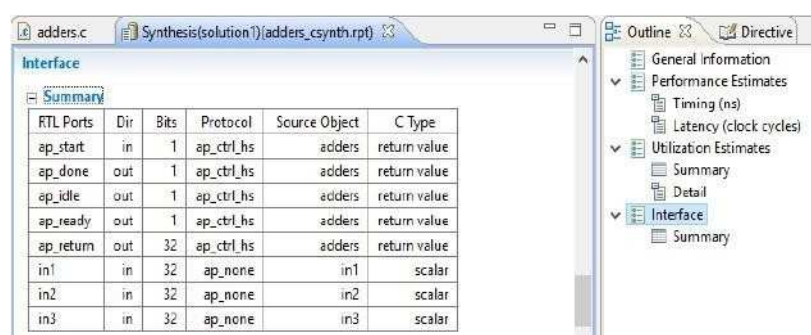

图4-4: 界面摘要
界面摘要和大纲选项卡如图4-4所示。
- 该设计有四个数据端口。in1、in2 和 in3 是 32 位输入，具有 I/O 协议 **ap_none** (由图 4-4 中的指令指定)。